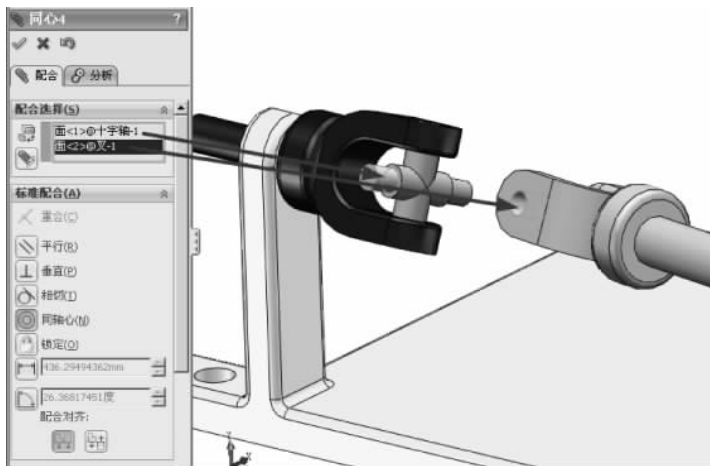

图 3-64 同轴心配合
(2) 单击【装配体】工具栏中的【配合】按钮,弹出【配合】的属性设置。选择【标准配合】选项组下的【同轴心】配合类型,在【要配合的实体】选择框中选择如图 3-64 所示的面,其他保持默认,单击【确定】按钮,完成同轴心的配合。